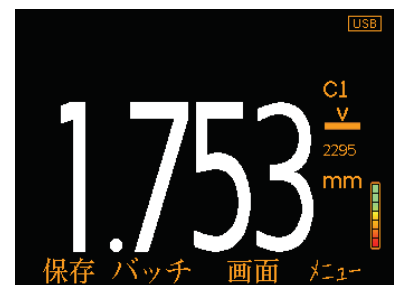

図1
- 3 画面に読み取り値が表示されます。この値は、絶えず変化しているはずです(図1)。